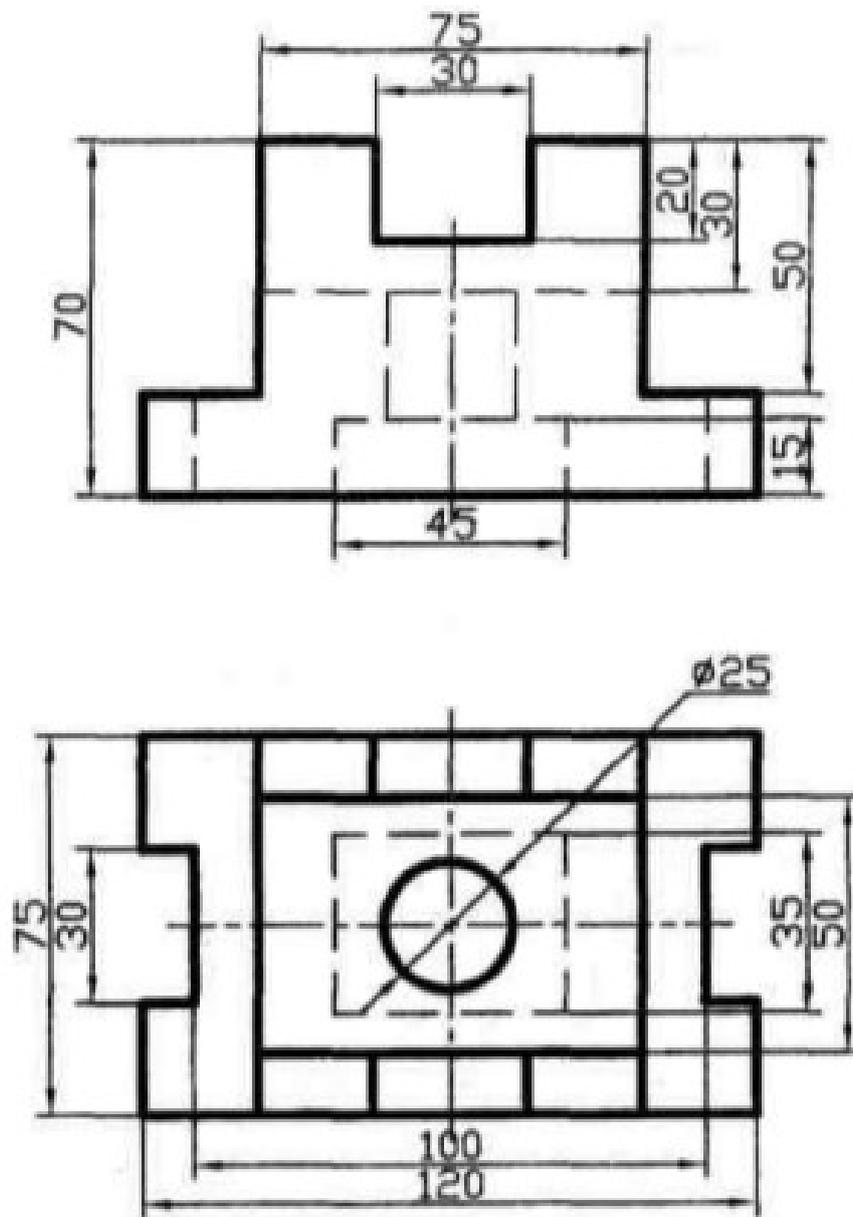

Рис. 3.36
1. Анализируем рисунок и принимаем ширину и длину по максимальным размерам (рис. 3.36). Принимаем 75 мм по Y и 120 по X и чертим прямоугольник. Начало координат принимаем (0,0).